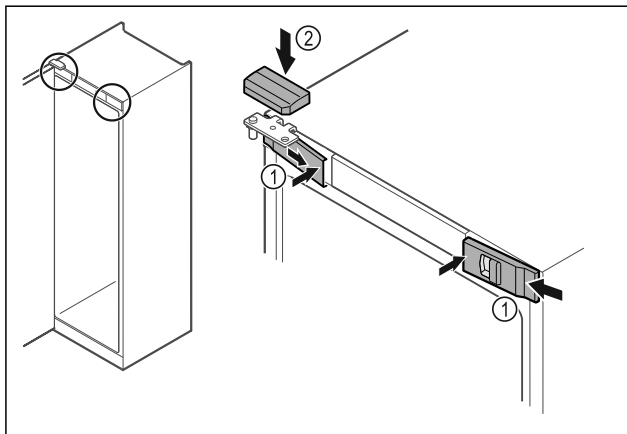

Fig. 37
- ▶ Obesite sprednje pokrove Fig. 37 (1) stransko in jih namestite v notranjosti, da se zaskočijo.
- ▶ Zgornji pokrov Fig. 37 (2) namestite z zgornje strani.